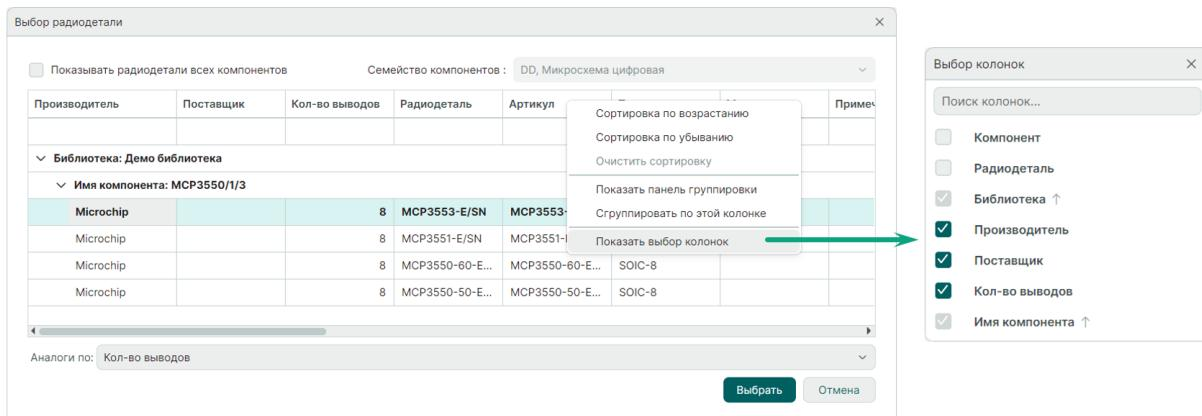

Рис. 94 Выбор отображаемых колонок
2. Выбор столбцов для отображения осуществляется в окне «Выбор колонок». Для этого вызовите контекстное меню на заголовке колонки и выберите команду «Показать выбор колонок». Для включения/отключения отображения колонок в окне «Выбор колонок» установите/снимите флаг напротив наименования нужного столбца, см. Рис. 94.